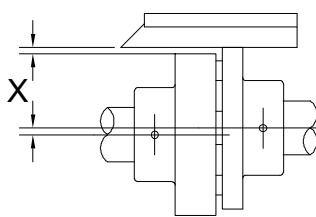

Fig. 21
- 9 - Controllare il parallelismo in più punti (per esempio a 90° l'uno dall'altro) tramite una riga appoggiata sulla circonferenza esterna dei due semigiunti (vedere la fig. 21). N.B.: Le misure da effettuarsi possono essere eseguite tramite comparatori centesimali, se disponibili, per una più facile e precisa lettura.